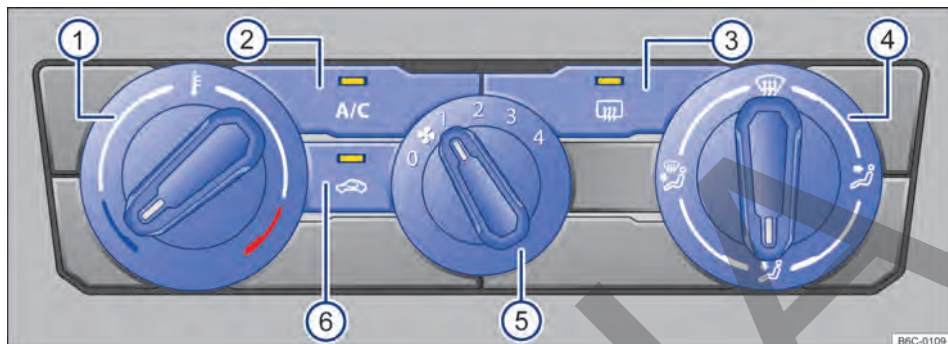

Fig. 80 Comandos del aire acondicionado.
- **Aire acondicionado:** girar el regulador del ventilador al nivel 0 → fig. 80 (5).
- **Aire acondicionado:** presionar el botón **A/C** → fig. 80 (2) para encender y apagar el funcionamiento de la refrigeración.
- *Aire acondicionado*: girar el regulador giratorio izquierdo → fig. 80 ①.
- *Aire acondicionado*: girar el regulador del ventilador → fig. 80 ⑤.
- *Aire acondicionado*: presionar el botón  → fig. 80 ⑥.
- *Aire acondicionado*: girar el regulador de la derecha → fig. 80 ④ a la posición deseada.
- *Aire acondicionado*: girar el regulador derecho a la posición  → fig. 80 ④.
- *Aire acondicionado*: presionar el botón  → fig. 80 ③.